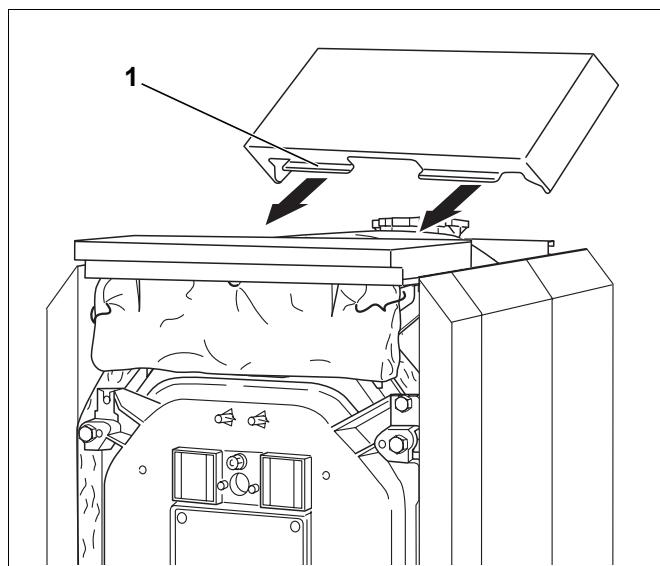

Fig. 53 Montaggio della copertura centrale
- ▶ Spingere il pannello di copertura centrale della caldaia al di sotto del pannello di copertura anteriore servendosi delle piegature (fig. 53, [1]) e inserirlo nella nervatura delle pareti laterali.